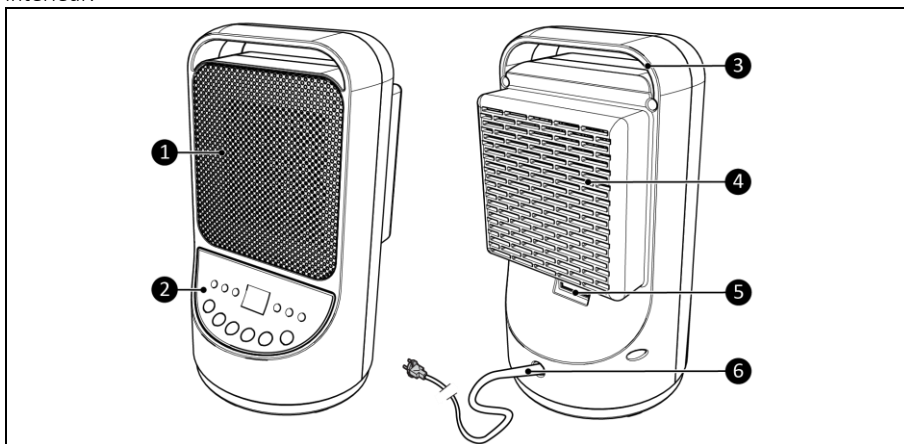

Figure 2
2. Assurez-vous que le commutateur principal de l'appareil est en position OFF (figure 2, pos. 5).
4. Insérez la fiche d'alimentation (figure 2, pos. 6) dans une prise murale reliée à la terre et facilement accessible. Utilisez une prise murale d'une puissance minimale de 1500 watts.
1. Activez le commutateur principal à l'arrière de l'appareil (figure 2, pos. 5).